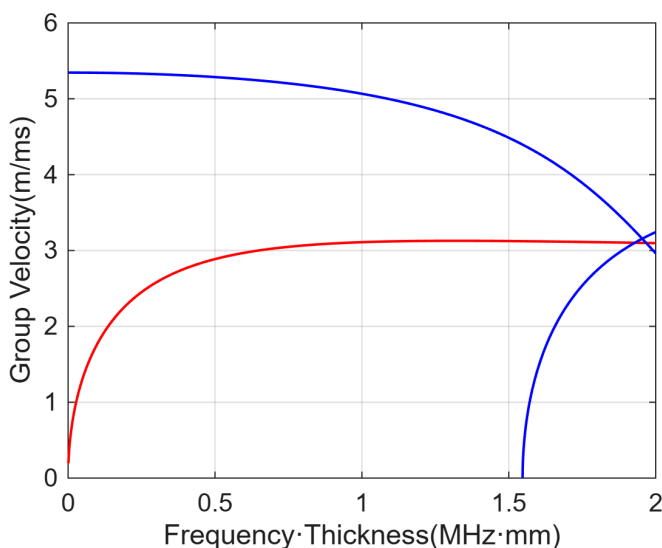
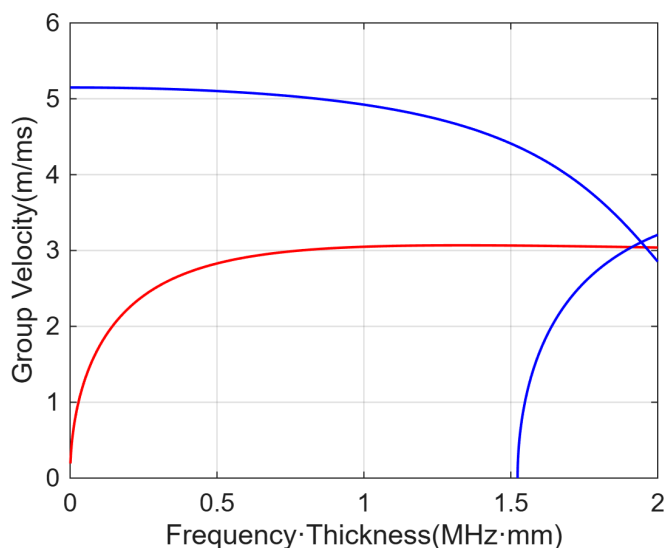

Figure 2 铝板
Figure 3 钢板
- Dispersion curves of the aluminum plate (Figure 2).
- Dispersion curves of the steel plate (Figure 3).
- 铝板与钢板的频散曲线（图 2、图 3）。